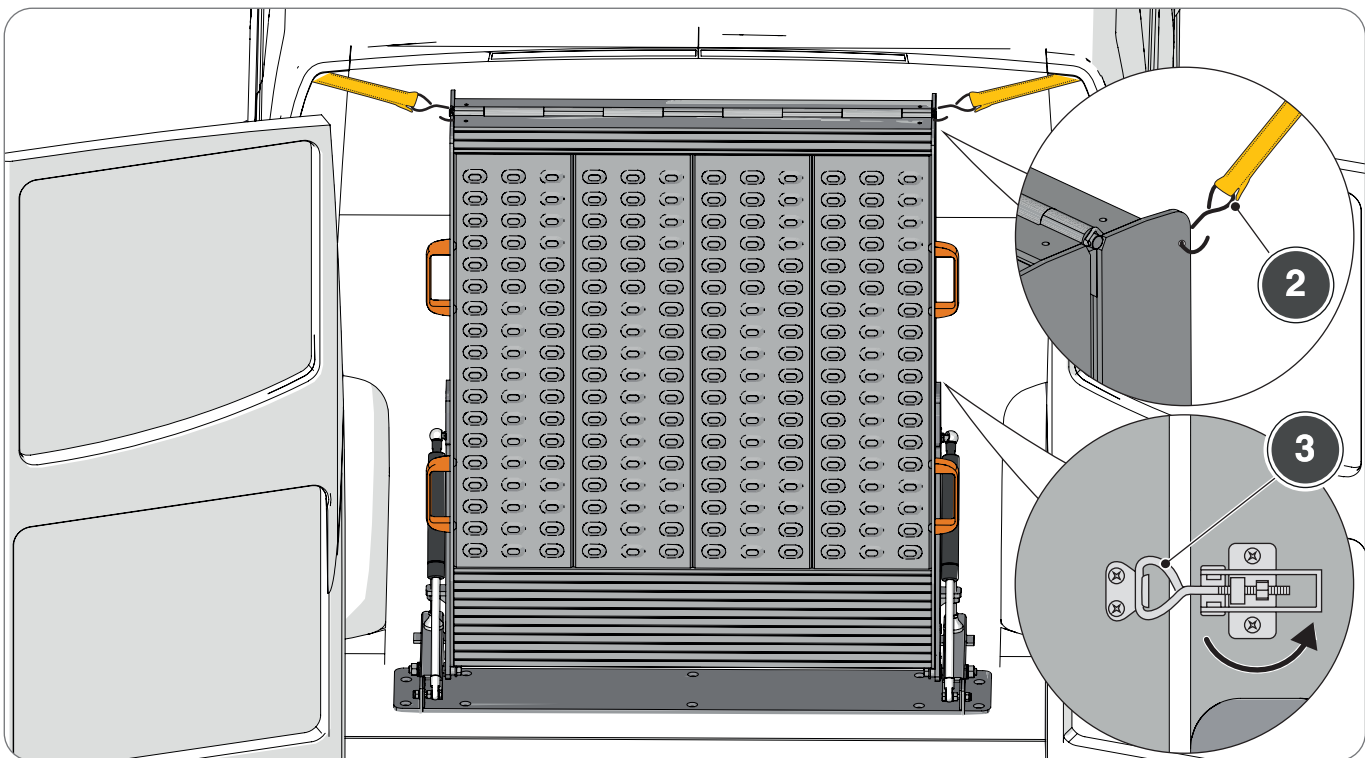

Fig. 2.16
Richiudere la rampa e reinserire il gancio di sicurezza (3, Fig.2.16).
Agganiciare le cinghie fermacarico di sicurezza (2) in dotazione (Fig.2.16).